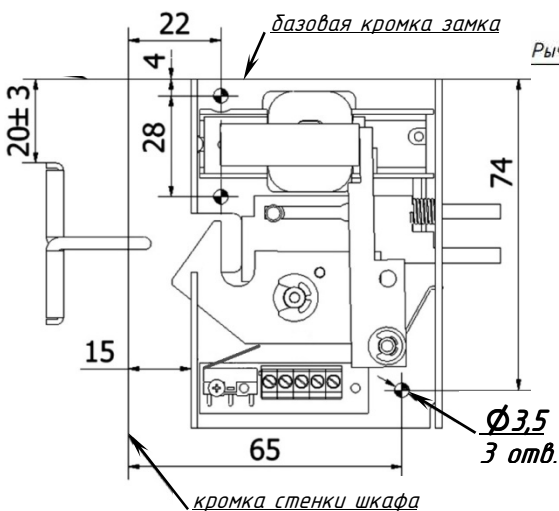

Рис.4 Установочные размеры защёлки
- Установить защёлку на стенку (см. рис.4).
- Закрепите ригель на дверцу на расстоянии  $20 \pm 3$  мм от базовой кромки защёлки (см. рис.4).